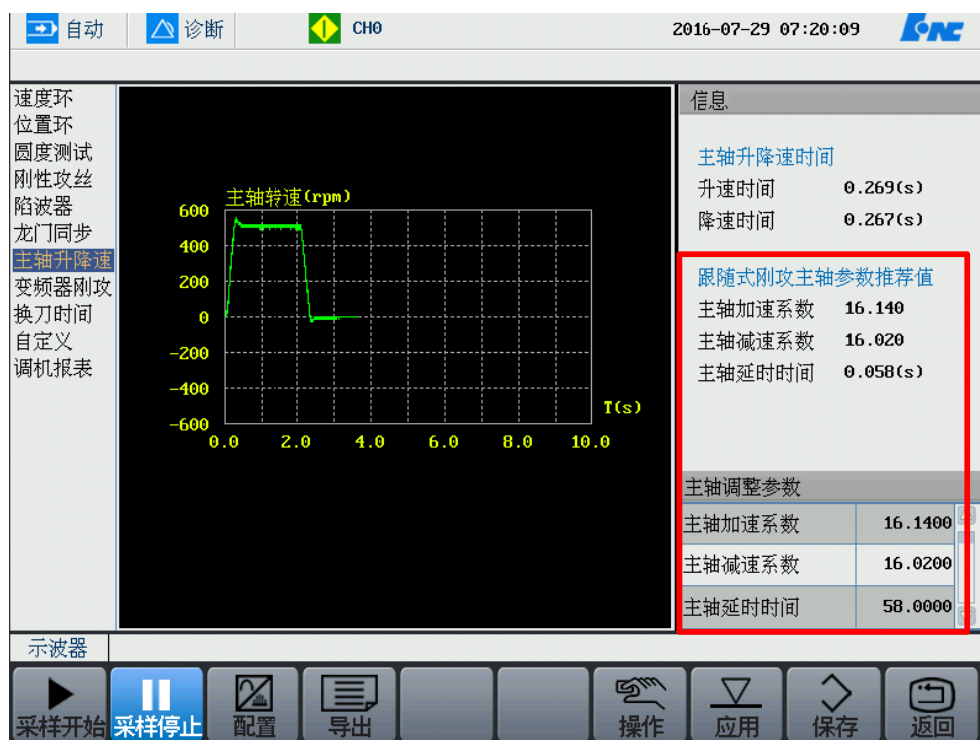

图 2
- 设置完成以后直接按循环启动开始采样。采样完成以后会自动生成图 2：